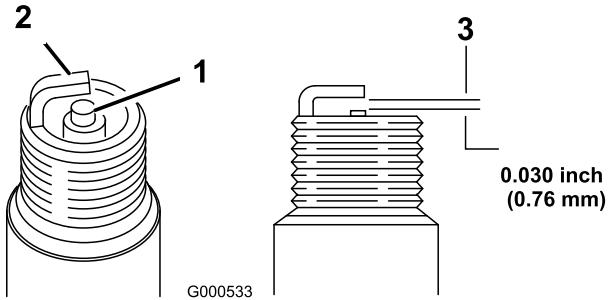

Figura 29
- Fije el hueco entre los electrodos en 0,76 mm (0,030 pulg.) (Figura 29).